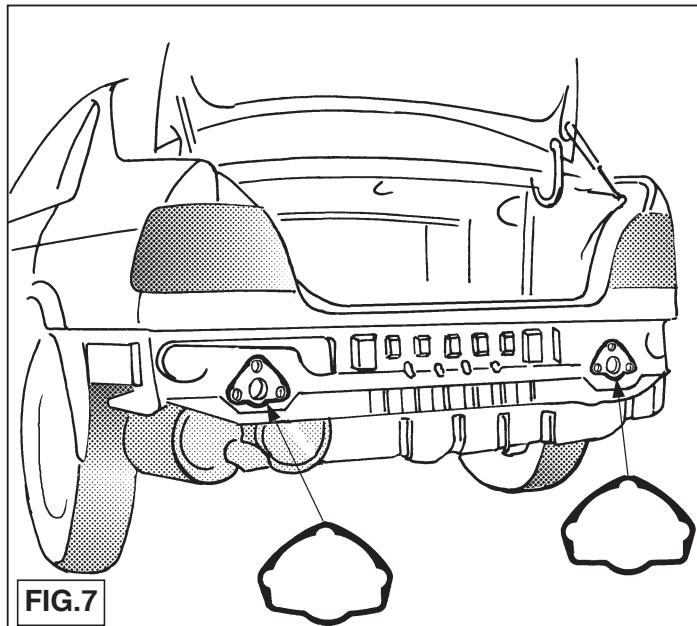

FIG.7
- Zaag overeenkomstig fig.6, langs de voorgeperste lijn (eventueel opdikken met viltstift) een deel uit de binnenzijde van de bumper. Dit gat wordt afgedekt d.m.v. een bumperklep. **Let op! beschadig tijdens het boren de bumper niet.** Plaats de meegeleverde kunststof versterking in de bumper t.p.v. het uitgezaagde deel voor de bumperklep. Herplaats het lichtmetalen frame in de bumper en indien aanwezig het hitteschild. Breng de pakkingen overeenkomstig fig.7 t.p.v. het linker en rechter chassis op de achterwand aan.
- Fit the bumper and the heat shield, if fitted. Fit the gaskets on the frame in the bumper and the heat shield, if fitted. Fit the gaskets on the rear bulkhead at the left and right of the chassis, as shown in Figure 7. Place the supports A in the left and right chassis, as shown in Figures 7A and 7B. Place the small support D on the luggage compartment rear as shown in Figure 8, and fit four M10 x 35 bolts with lock washers and nuts. Tighten finger-tight.
2. Scier conformément à la fig. 6, le long de la ligne préperforée (éventuellement grossir au feutre) une partie à l'intérieur du pare-chocs. Ce trou est recouvert au moyen d'un couvercle de pare-chocs. **Attention ! Durant le perçage, ne pas endommager le pare-chocs.** Placer le renforcement fourni en matière plastique dans le pare-chocs à l'endroit de la partie sciée pour le couvercle de pare-chocs. Replacer le châssis en métal léger dans le pare-chocs et, s'il est présent, le bouclier thermique. Poser les garnitures conformément à la fig. 7 à l'endroit du châssis gauche et droit sur la cloison arrière. Placer les supports A conformément aux fig. 7a et 7b dans le châssis de gauche et de droite. Du côté du coffre, placer le petit support D conformément à la fig. 8 et le fixer à l'endroit des points C par quatre boulons M10x35, avec rondelles de blocage, rondelles grower et écrous en serrant à la main.
2. Sav en del af kofangerens inderside jævnfør fig. 6. ved at følge den forperforedede linie (trækkes evt. op med en tusch). Hullet dækkes til med et afdækningsstykke. **Bemærk: Pas på ikke at beskadige kofangen under udboringen.** Anbring den medfølgende kunststofforstærkning i udskæringen på kofangeren. Sæt letmetalrammen tilbage i kofangeren samt evt. varmeskjoldet, hvis det er relevant. Anbring pakningerne jævnfør fig.7. i højre og venstre side af chassisets bagvæg. Anbring støtterne A jævnfør fig. 7a og 7b i chassisets højre og venstre side. Anbring støtten D på indersiden af bagagerummet jævnfør fig. 8 og monter ved punkterne C fire bolte M10x35 inklusive fjederskiver, lukkeskiver og møtrikker med håndkraft.
2. Serrar y sacar de acuerdo con la fig. 6, a lo largo de la línea pre-prensada (si fuera necesario, señalarla con un rotulador), una parte del lado interior del parachoques. Este hueco se tapa por medio de una tapa de parachoques. **¡Atención! al taladrar no dañar el parachoques.** Colocar el refuerzo sintético suministrado dentro del parachoques a la altura de la parte serrada y sacada delante de la tapa de parachoques. Volver a colocar el armazón de metal ligero dentro del parachoques así como, si presente, el escudo térmico. Montar las juntas de acuerdo con la fig. 7 a la altura del chasis izquierdo y derecho en la pared posterior.